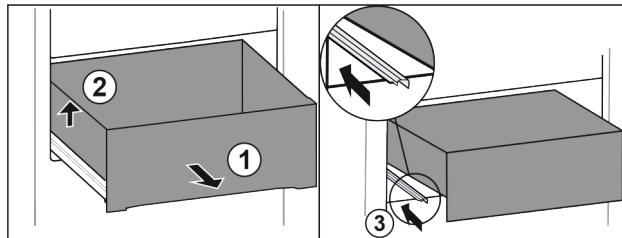

Fig. 68
► Predal izvlecite do omejevala. Fig. 68 (1)
► Dvignite predal levo. Fig. 68 (2)
► Vstavite levo vodilo. Fig. 68 (3)